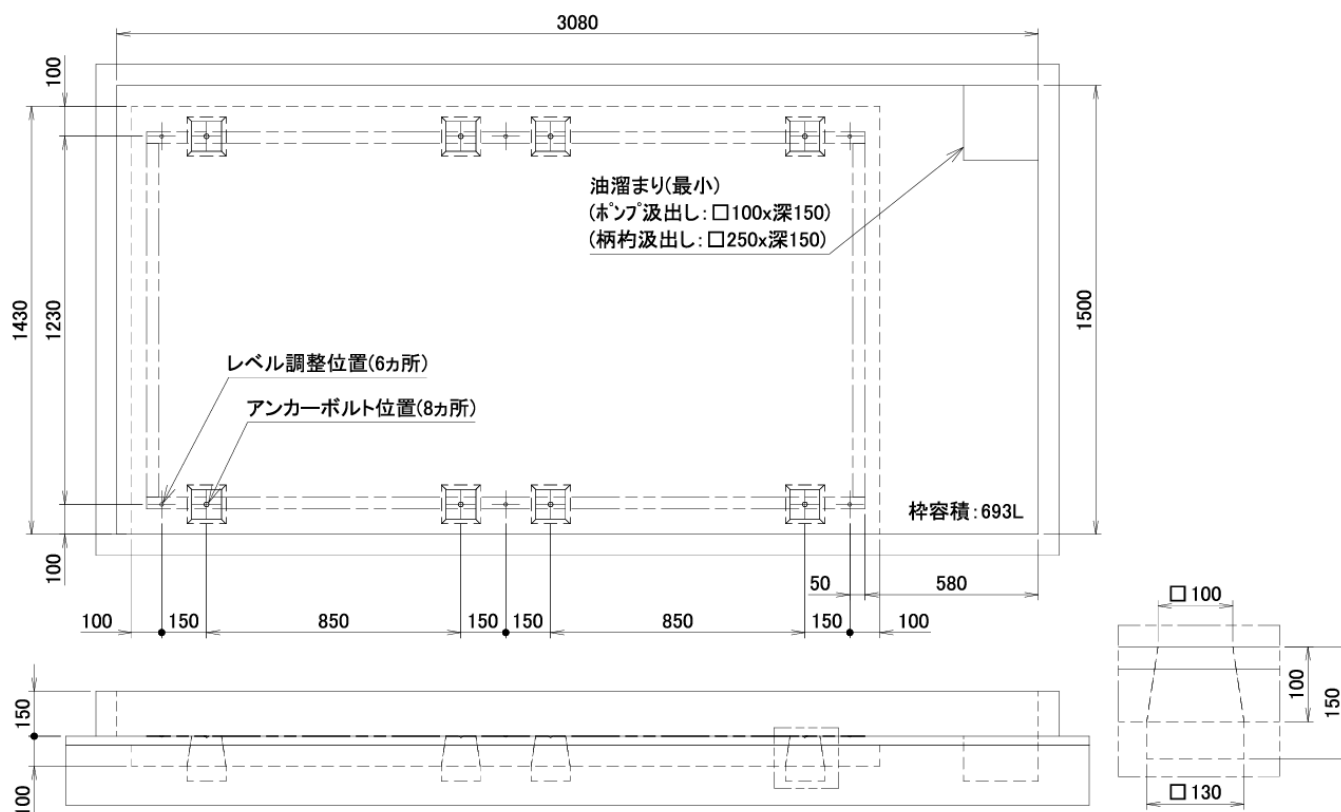

図 4-3
4-3.一般的な基礎工事（図 4-3）
- 1) 機械の据付は、床荷重に耐えられるコンクリートの水平かつ凹凸の無い床に、図4-3の示す位置に、相対的に段差の無く、水平な8ヶ所のコンクリート基礎を施工してください。
- 2) コンクリート床自身が十分な強度、完全に平らでかつ水平、十分な厚みがあるならば図4-3に示す基礎工事を省くことができます。